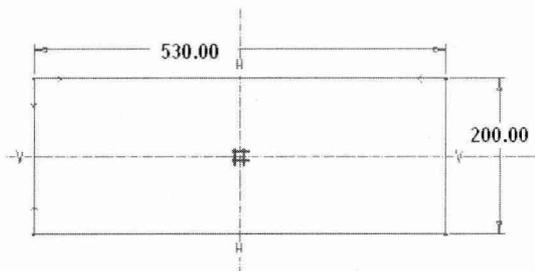

图1-9 草绘特征截面
❷ 02: 进入草绘环境后，绘制特征截面，如图1-9所示，完成后单击 $\checkmark$ （确定）按钮。